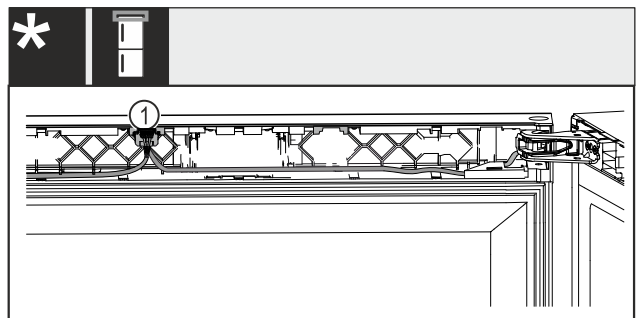

Fig. 64 Wein-Gefrier-Kombinationen*
- ▶ Stecker Fig. 64 (1) in die Führung einrasten.*